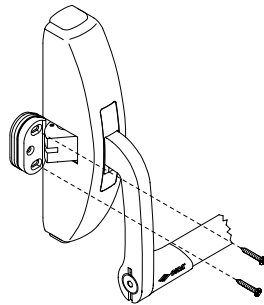
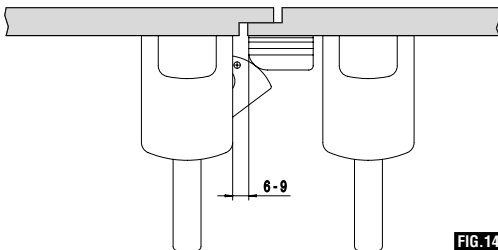
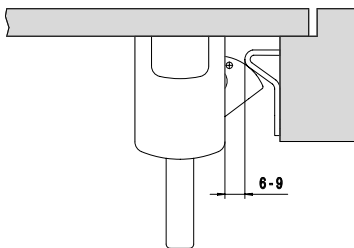

FIG. 13
FIG. 14A
FIG. 14B
- 12) Posizionare le bocchette a battuta sullo scrocco utilizzando il numero di spessori necessari per rispettare la distanza indicata nelle fig. 14A e fig. 14B; Segnare con un punteruolo i due fori laterali (asole) ed eseguire i due fori H3 = 2,6 mm (indicativo per profili di alluminio) (fig. 13).
- ATTENZIONE:** regolare la posizione della bocchetta in modo che la leva antiscasso, a porta chiusa, risulti completamente premuta ed a filo con lo scrocco. In caso contrario il dispositivo di bloccaggio dello scrocco non sarà attivo (fig. 13).
- 12) Position the doorstop strikers on the latch-bolt using the necessary number of spacers to respect the distance indicated in Figs. 14A and 14B; mark with an awl the two side holes (slots) and drill the two holes H3 = 2,6 mm (indicative for aluminium profiles) (Fig. 13). **ATTENTION:** adjust the position of the striker so that the anti-picking device lever, with the door closed, is completely pressed down and flush with the latch-bolt. If this is not the case the dead-locking device of the latch-bolt will not be active (Fig. 13).
- 12) Positionner les gâches contre le pêne en utilisant le nombre d'épaisseurs nécessaires pour respecter la distance indiquée dans les fig. 14A et fig. 14B; Marquer avec un poinçon les deux trous latéraux (rainures) et réaliser les deux trous H3 = 2,6 mm (indicatif pour les profils en aluminium) (fig. 13).
- ATTENTION:** régler la position de la gâche de manière à ce que le doigt anti-effraction, quand la porte est fermée, soit complètement enfoncé et au niveau du pêne. Dans le cas contraire, le dispositif de blocage du pêne ne sera pas actif (fig. 13).
- 12) Coloque los batientes en correspondencia con el pestillo, utilizando el número de espesores necesarios para respetar la distancia indicada en las figuras 14A y 4B; marque con un punzón los dos orificios laterales (ojales) y practique los dos orificios de 2,6 mm (indicativo para los perfiles de aluminio) (Fig. 13).
- ATENCIÓN:** regule la posición del batiente de tal modo que la palanca anti-picking, con la puerta cerrada, quede completamente apretada y al ras del pestillo. En caso contrario, el dispositivo de bloqueo del pestillo no estará activo (Fig. 13).
- 12) De schootplaat op de schoot plaatsen, en de nodige tussenstukken aan brengen om de in afb. 14A en 14B aangegeven afstanden in acht te nemen. De twee zijgaten markeren en de gaten H3 = 2,6 mm boren (voor aluminiumprofielen) (afb. 13).
- LET OP:** de positie van de schootplaat zodanig regelen dat de inbraakbeveiliging, met gesloten deur, volledig ingedrukt in lijn met de schoot is. Zo niet zal het vergrendelsysteem van de schoot niet werken (afb. 13).
- 12) Die Beschläge in Übereinstimmung mit der Falle positionieren, dazu verwendet man die notwendige Anzahl an Ausgleichscheiben, um den auf den Abb. 14A und Abb. 14B angeführten Abstand einzuhalten. Mit einem Senkstift die beiden seitlichen Bohrungen (Schlitze) anzeichnen und die beiden Bohrungen H3=2,6 mm durchführen (die angeführten Durchmesser beziehen sich auf Aluminiumprofile) (13). **ACHTUNG:** Position des Beschlags so regulieren, dass der Einbruchsicherungshebel bei geschlossener Tür vollständig gedrückt ist und mit der Falle in einer Linie steht. Wenn diese Voraussetzungen nicht vorhanden sind, ist die Sperrvorrichtung der Falle nicht aktiv. (Abb. 13).